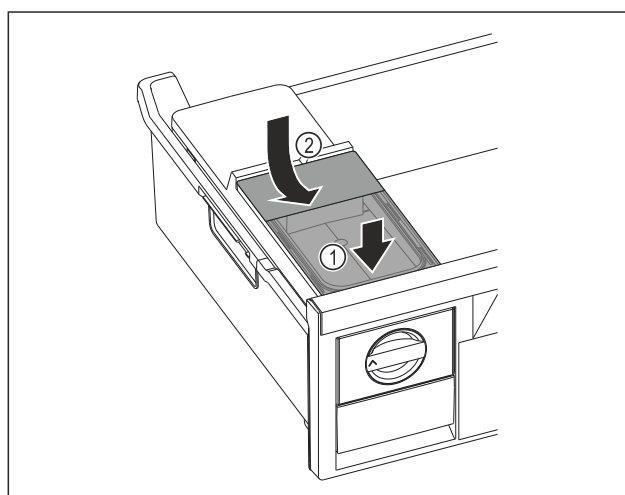

Fig. 110
- ▶ Pange veepaak eest kohale. Fig. 110 (1)
- ▶ Laske veepaak taga alla. Fig. 110 (2)